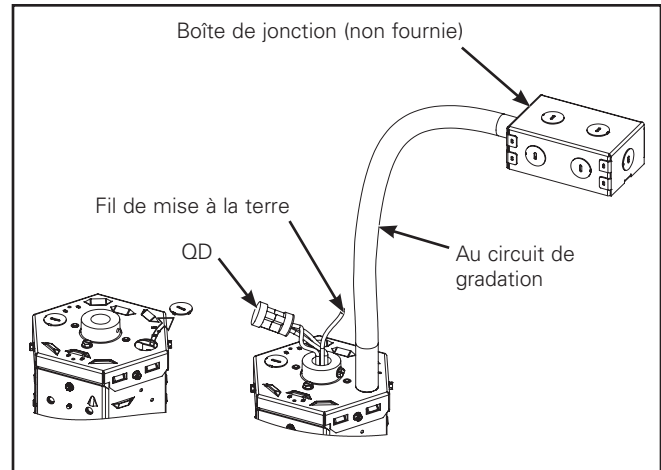

Figure 11.
3. Retirez les entrées défonçables et faites passer les fils d'alimentation par le trou (Figure 11).